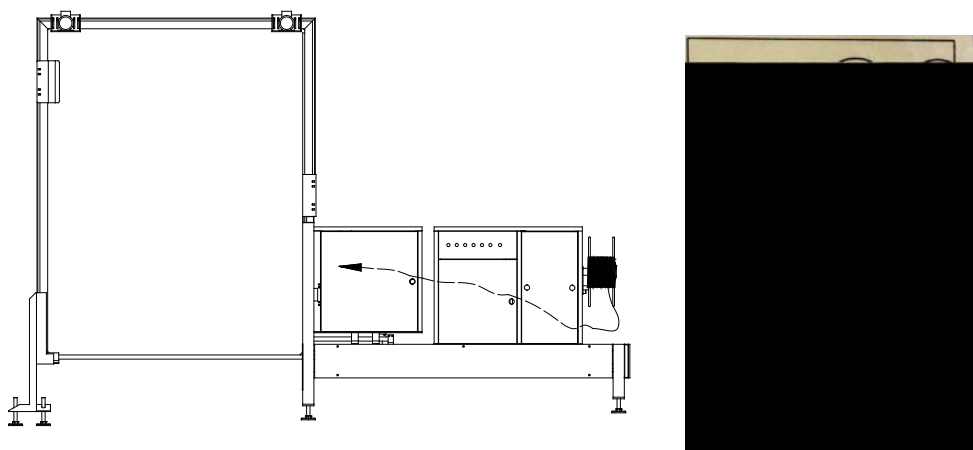

图 4-2
①.在带盘上装上打包带，按图 4-2 所示路线装打包带，带头进入插带口后，需将预送带机构中的旋钮顺时针转下，使两个输带轮离开一个距离，带头才能穿过两个输带轮进入带仓。用手拉住带头，之后旋转控制面板中急停按钮开关，打包带就自动充满带仓。
②.带头从带仓上部开口拉出之后，插入拉紧摆杆中，并穿过两个输带轮，此时旋转控制面板中 2 旋钮到“送带”位置，打包带会自动充满带道，此时送带完成，打包准备工作就绪。